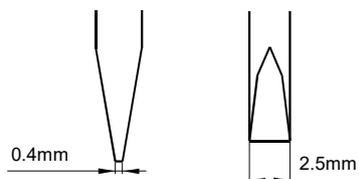
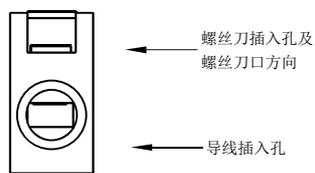

图1
图2
- 接线时, 请使用如图1所示螺丝刀。
- 导线、螺丝刀的插入位置及螺丝刀插入方向如图2所示。
将继电器插座防脱卡簧呈现于打开状态(详见图1)，将继电器对准插座主体型腔(详见图2)。然后逆时针扳动防脱卡扣，同时轻轻下压继电器，直至继电器完全装入插座(详见图3)。